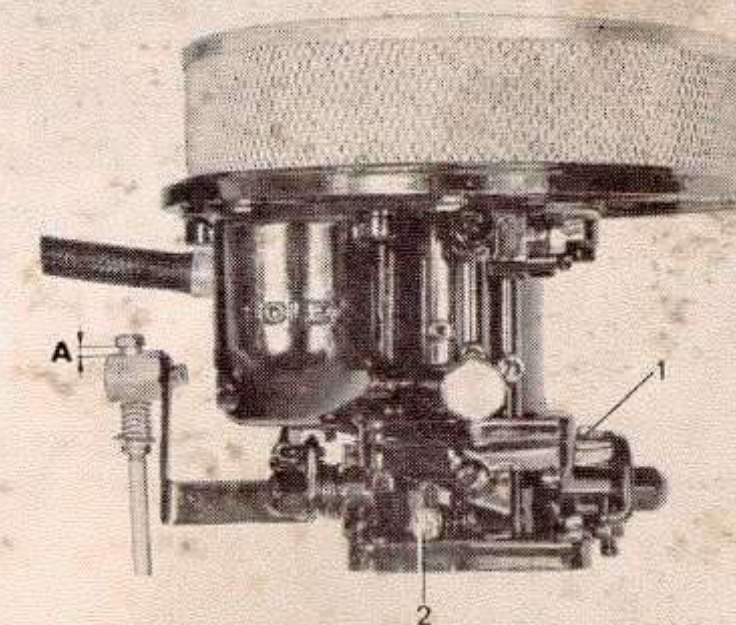

Fig. 50 Enkelförgasare Solex, (AQ 115A)
1. Kontrollera då gasreglaget står i neutralläge att den fjäderbelastade tärningen har en fjäderinspänning av ca 2 mm (se A, fig. 50). Vid justering, lossa låsmuttern under fjäderhylsan och skruva hylsan på reglagekabelns gänga till rätt mått.
2. Varmkör motorn samt kontrollera tomgångsvarvtalet, se "Tekniska data". Justera vid behov tomgångsskruven (1, fig 50). Om motorn går orent, justera luftskruven (2) tills ren gång erhålls. Luftskruvens grundinställning är ca 2 varv utskruvad från bottenläge.